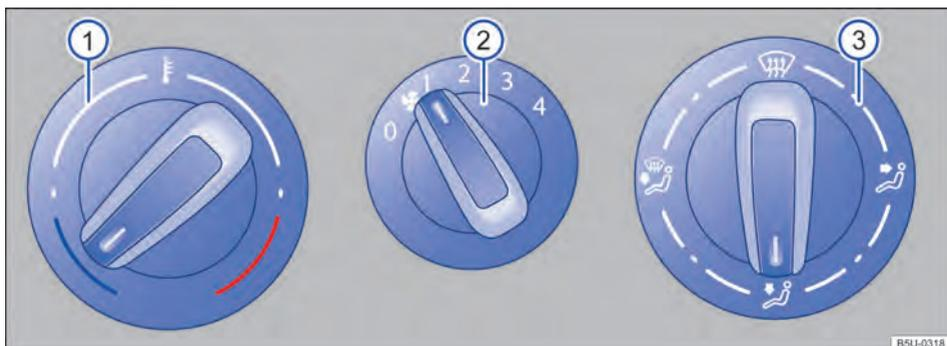

Fig. 75 Comandos do sistema de ventilação e aquecimento.
- *Sistema de ventilação e aquecimento*: girar o regulador do ventilador para o nível 0 → Fig. 75 (2).
- *Sistema de ventilação e aquecimento*: girar o regulador rotativo esquerdo → Fig. 75 (1) para regular a respectiva temperatura.
- *Sistema de ventilação e aquecimento*: girar o regulador do ventilador → Fig. 75 (2).
- *Sistema de ventilação e aquecimento*: girar o regulador da direita → Fig. 75 (3) para posição desejada.
- Em veículos com sistema de aquecimento, girar o botão da temperatura → Fig. 75  totalmente para a direita, para a posição máxima de aquecimento.